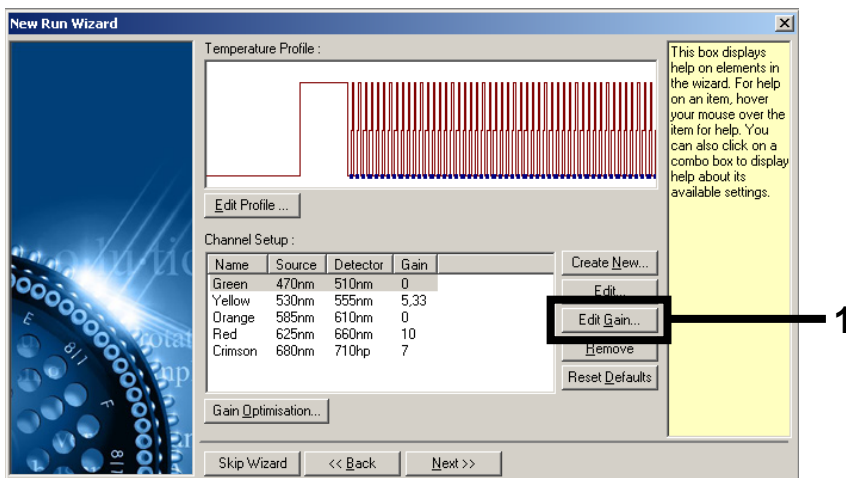

Рис. 5. Редактирование значений усиления вручную.
6. Нажмите **Edit Gain** (Редактировать усиление), чтобы вручную отредактировать значения усиления (рис. 5).